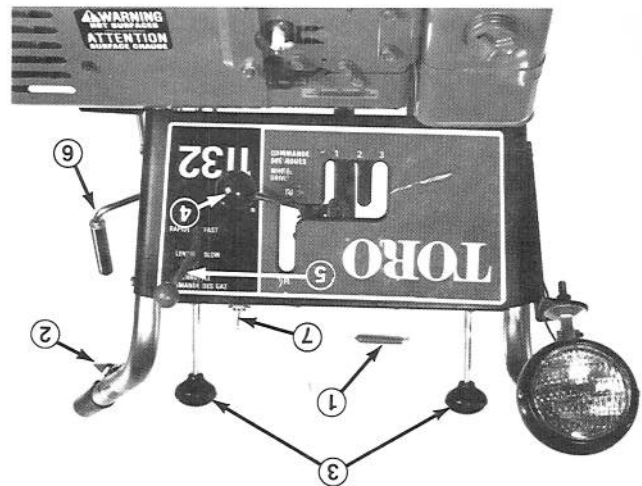

Figure 24
2. Mettez la commande des roues au point mort (N) et mettez la manette de commande des gaz en position rapide (FAST) – [Fig. 24].
Commande des gaz (Fig. 24) — La commande variable des gaz a deux positions extrêmes: RAPIDE (Fast) et LENTE (Slow). Plus vous poussez le levier vers l'avant, plus vous augmentez la vitesse. Ne faites tourner le moteur que juste assez vite pour projeter la neige où vous le voulez.
Commande de l'éjecteur (Fig. 24) — Tournez la manivelle de commande de l'éjecteur vers la droite pour orienter l'éjecteur vers la gauche, et tournez la manivelle vers la gauche pour orienter l'éjecteur vers la droite.
Commande de tarière (Fig. 24) — Cette commande a deux positions: EMBRAYÉE (Engage) et DÉBRAYÉE (Disengage). Pour embrayer la tarière et le ventilateur ou souffluse, poussez le levier de commande vers l'avant jusqu'à sa butée. Il dépassera alors le centre du tableau. Pour débrayer la tarière et le ventilateur, ramenez le levier de commande en arrière.
Leviers d'interconnexion de sécurité (Fig. 24) — Il faut comprimer un levier d'interconnexion de sécurité contre une poignée du manchon quand la commande de tarière est embrayée. Le moteur s'arrête automatiquement dès qu'on relâche les deux leviers pendant que la tarière ou la commande des roues est en prise. Il s'agit d'un dispositif de sécurité destiné à rappeler au conducteur de débrayer la tarière ou la commande des roues avant de quitter sa position de sécurité derrière les manchons.
Embrayages de roues (Fig. 24) — Tirez les deux embrayages de roues pour avancer à roues libres. Au contraire, poussez-les en prise pour obtenir l'entraînement direct des deux roues. Quand on embraye une roue et qu'on débraye l'autre, l'entraînement direct s'applique à la roue embrayée, et l'autre roue librement.
Commande d'entraînement des roues (Fig. 24) — Cette commande a cinq positions: N (point mort ou neutre); R (marche arrière); 1, 2 et 3 (trois vitesses avant). Pour changer de vitesse, placez le levier à la position désirée. Il faut tenir le levier